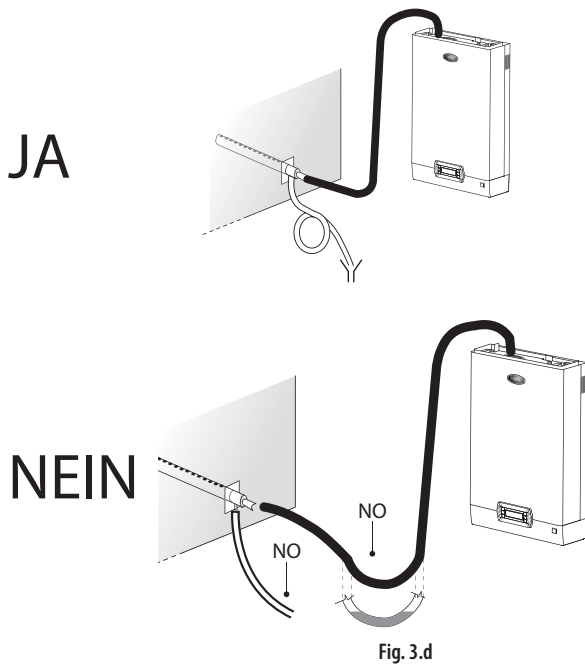

Fig. 3.d
Für den Ablauf des Kondensats muss ein Abschlämmschlauch mit einem Siphon an die Verteilerbasis angeschlossen werden (Mindestneigung 5°, siehe Fig. 3.d).
- Die Dampfschläuche sind nach oben gerichtet, und der Verteiler hat eine Mindeststeigung von 2° nach oben (siehe Fig. 3.c).
- Der Dampf- und Kondensatschlauchverlauf entspricht den Beschreibungen dieses Kapitels (siehe Fig. 3.d).